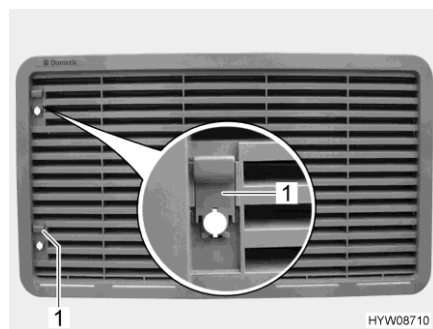

Fig. 185 Grille d'aération du réfrigérateur
- Pousser le curseur (Fig. 185,1) vers le haut.